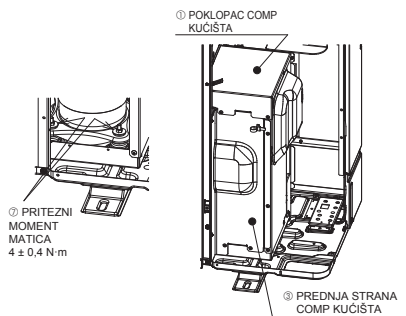

Fig. 4-2
- Nakon što uklonite fiksne COMP dijelove, obavezno zategnite matice i vratite POKLOPAC COMP KUCIŠTA I PREDNJU STRANU COMP KUCIŠTA u prvobitno stanje. (Fig. 4-2)